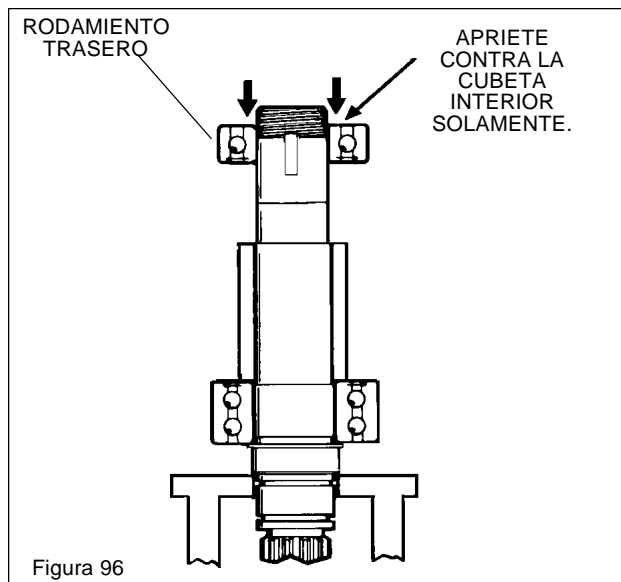

Figura 96
- f. Deslice el rodamiento trasero sobre el eje con el protector apuntando hacia abajo. (Vea la figura 96) Apriete el rodamiento sobre el eje hasta que quede asentado contra el espaciador y el rodamiento delantero.